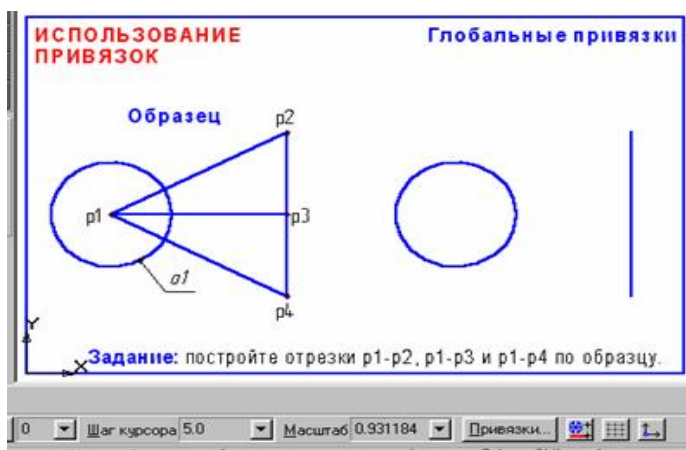

Рис. 1.12. Использование привязок
Задание: постройте три отрезка $p1 - p2$, $p1 - p3$ и $p1 - p4$ по образцу. Начальные точки отрезков лежат в центре окружности $o1$, а конечные в начале, в середине и в конце отрезка $p2 - p4$ соответственно, рис. 1.12.
2. Постройте окружность o_1 и отрезок $p_2 - p_4$, как показано на рис. 1.12.